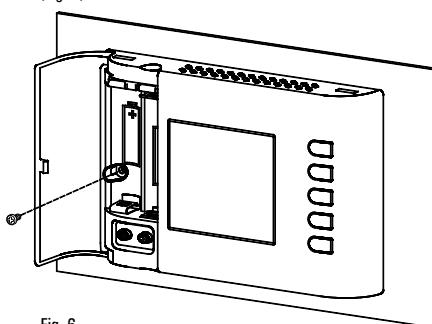

Fig. 6
- 5** Fissare il corpo del cronotermostato alla piastra a muro tramite la vite in dotazione che trova sede all'interno del vano portapile (Fig. 6).